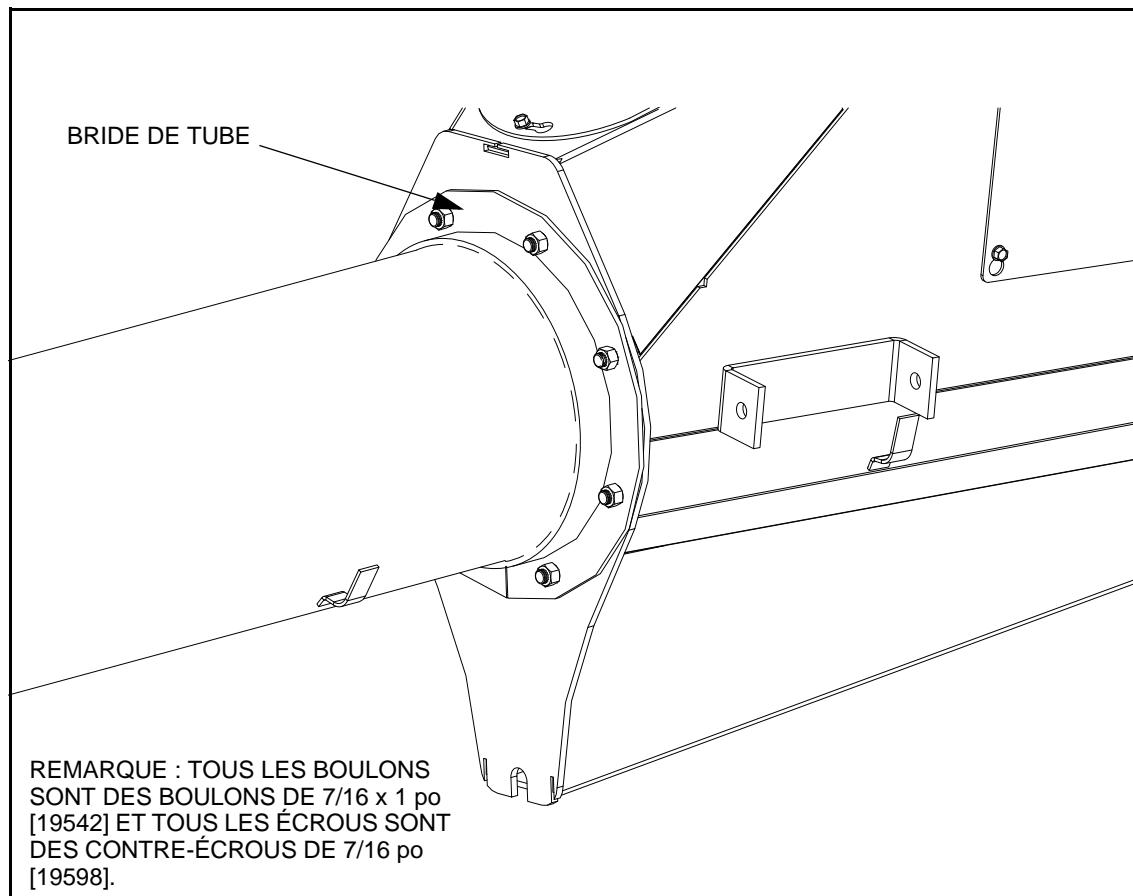

Figure 3.13 Installation du boîtier sur le tube de la tarière
2. Faire glisser l'ensemble du boîtier par-dessus l'arbre de la vis sans fin inférieur et le fixer sur la bride sur le tube inférieur avec huit boulons et contre-écrous de 7/16 x 1 po (voir la Figure 3.13).